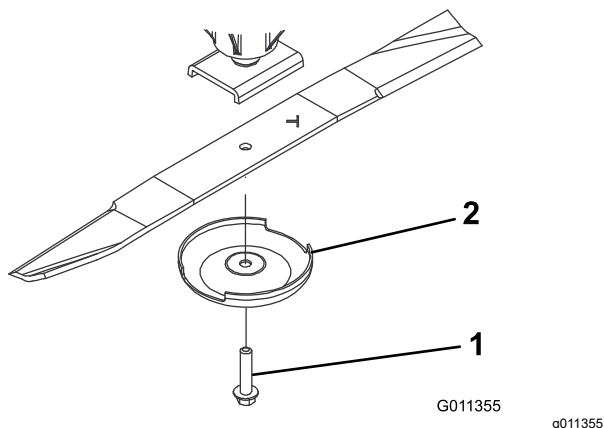

**Figura 129**
3. Scoateți urubul lamei, cupa anti-scalp i lama de pe arborele axului (Figura 129).